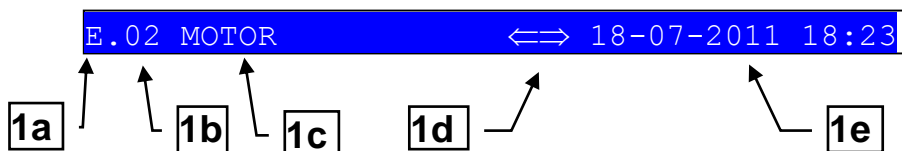

Fig. 4 - Visualização da barra de estado superior
4.5.5 Barra de estado superior (ref. à fig. 4)